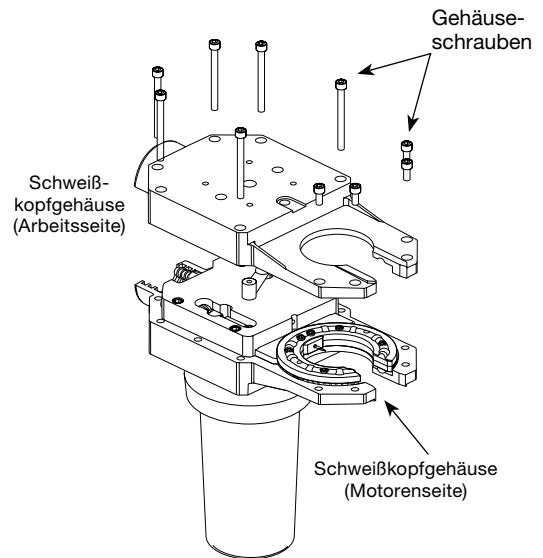

Abbildung 32 Entfernen der Sicherungsringshälfte des Schweißkopfgehäuses
5. Die Schweißkopfgehäuseschrauben vom Gehäuse entfernen. Die Sicherungsringshälfte des Schweißkopfgehäuses vorsichtig hin- und her kippen und von der Motorenhälfte entfernen. Siehe Abbildung 32.
6. Die Schweißkopfgehäusehälften vorsichtig voneinander trennen, damit die internen Komponenten nicht beschädigt werden. Siehe Abbildung 32.